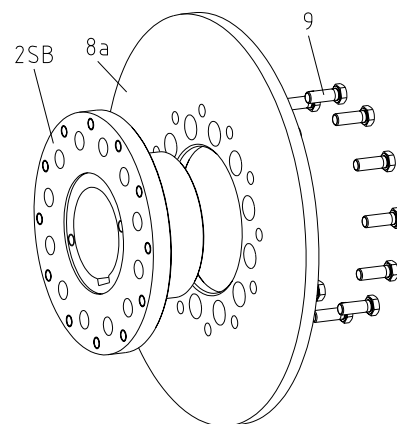

figura 7
- Atornille el disco de freno (componente 8a) al mangon FN parte 2SB (componente 2SB) y apriete los tornillos hexagonales (componente 9) según los pares de aprietos especificados en la tabla 2 con una llave dinamométrica (ver figura 7).